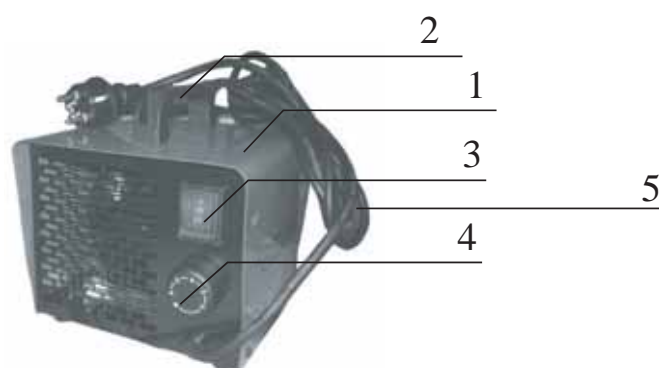

Рис. 1 Тепловентилятор
5.1 Схема тепловентилятора представлена на рис. 1.
5.3 Корпус 1 тепловентилятора (см. рис.1) изготовлен из листовой стали, покрытой высококачественным полимерным покрытием. Корпус установлен на четырех упругих опорах. Внутри корпуса расположены осевой вентилятор и высокоэффективный металлокерамический электронагреватель. Вентилятор втягивает воздух через отверстия в задней стенке корпуса, воздушный поток, проходя через электронагреватель, нагревается и подается в помещение через отверстия в передней стенке корпуса.
5.5 Электрическая схема теплоventилятора представлена на рис. 1 Приложения.